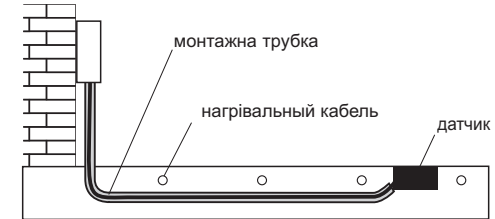

Рисунок 2. Спосіб монтажу датчика опадів при підігріві ґрунту
- розташувати датчик в бетонній основі, на одному рівні з обігриваємою поверхнею (рис. 2). Підстава під місцем установки датчика має бути тверда. Це необхідно для того, щоб датчик не продавлювався в ґрунт при великому навантаженні зверху;